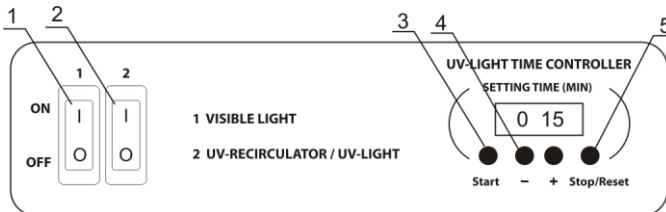

Fig.1. Pannello di controllo
4.2.1. Portare l'interruttore 2 in posizione **ON** (Fig.1/2). Si accenderà automaticamente il ricircolatore UV con la lampada UV nascosta e si attiverà il timer della lampada UV aperta. Il ricircolatore UV rimane in funzione finché l'interruttore 2 non viene portato in posizione **OFF**.
4.2.2. Utilizzare i tasti + e - del timer (Fig.1/4) per impostare il tempo (UV-LIGHT TIME CONTROLLER) di esposizione diretta alla luce UV della postazione di lavoro:
4.2.3. Premendo il tasto **Start** [avvio](Fig.1/3), la lampada UV si accenderà automaticamente e il timer inizierà a contare il tempo di esposizione. L'indicatore del timer mostra il tempo effettivo: fino a 1 ora - in minuti e secondi (mm:ss), dopo 1 ora - in ore e minuti (hh:mm).
4.2.4. Si può spegnere la lampada UV aperta premendo il tasto **Stop/Reset** [arresto/ripristino](Fig.1/5). Il tempo di esposizione impostato verrà salvato in memoria. Il tempo impostato non sarà salvato dopo il completo spegnimento dell'unità.
4.3.1. Per l'illuminazione della postazione di lavoro, portare l'interruttore 1 in posizione **ON** (Fig.1/1), si accenderà la lampada a luminescenza (luce visibile.)